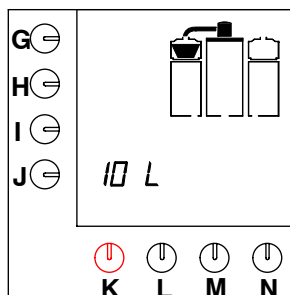

Fig. 9 Periodo de goteo
- Tan pronto como se ha llenado el contenedor de café, el display muestra intermitentemente el cestillo de filtro durante el periodo de goteo, ver fig. 9.
- Se enciende el piloto indicador. El display mostrará los ajustes vigentes por estandar, ver fig. 9 .